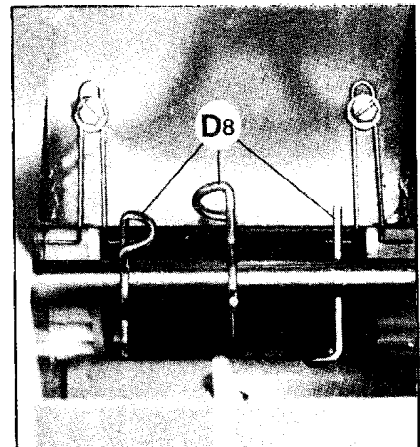

Fig.12
- Ad 6. Roeras, Fig. 12: de roeras zorgt voor de gelijkmatige aanvoer van het zaaizaad. De buitenste roerpennen moeten met de ogen naar binnen wijzen. Bij Raps de roerpennen (D8) uit de roeras halen; eveneens bij goed lopend "zaaizaad" bijv. erwten en bonen.